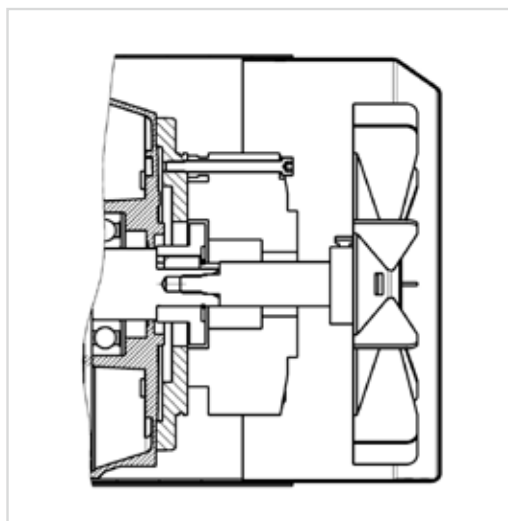

Рис. 2. Двигатели АДЧР56-355 «Т»
- с электромагнитным тормозом и самовентиляцией – модификация «**Т**» (рис. 2);